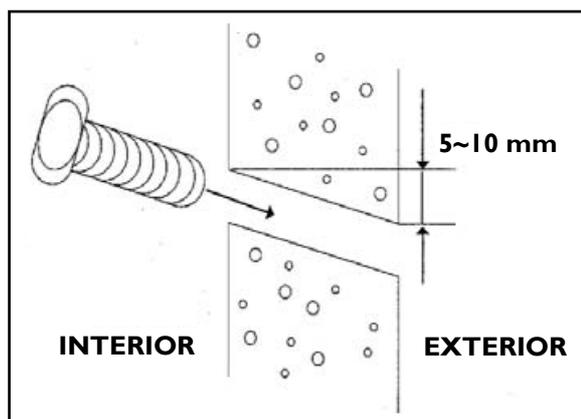

Figura 14 - Tubo PVC
- Corte e coloque o tubo de PVC de 7,5 cm de diâmetro de acordo com a espessura da parede e passe a tubulação através dela. (figura 14).